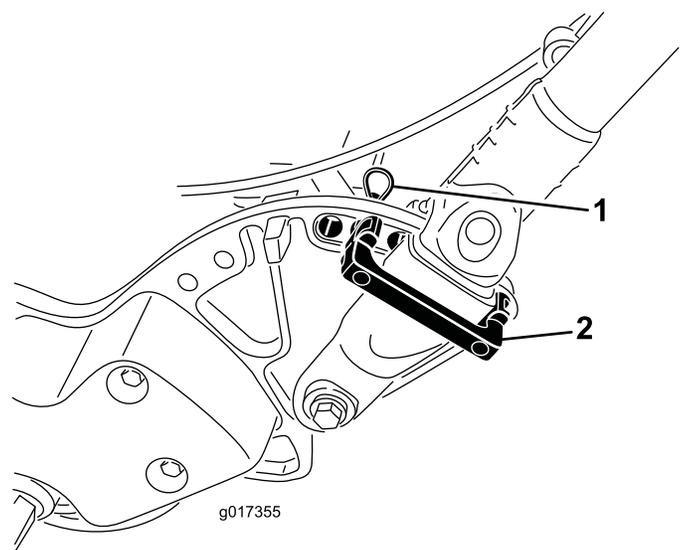

Figura 9
2. Rode o manipulador para posição de operação desejada, coloque um fixador do manipulador por cima da pega da barra de ligação e nos orifícios de alinhamento na placa lateral (Figura 9).
3. Mantenha o fixador na posição com um contrapino de gancho (Figura 9).
1. Enquanto suporta o manipulador, remova as braçadeiras que fixam as pegas da barra de ligação às placas laterais (Figura 9).